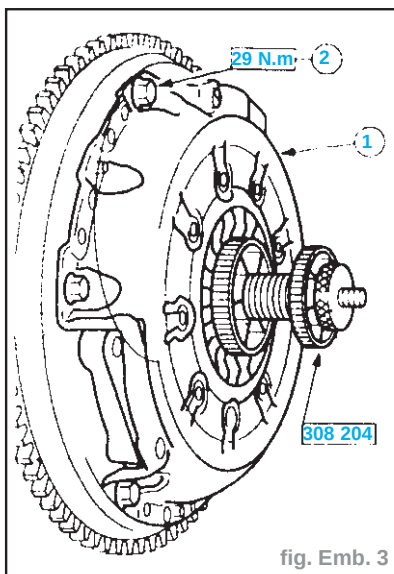

fig. Emb. 3
- Mettre en place le plateau d'embrayage avec l'outil de centrage et le disque d'embrayage sur les goupilles de centrage du volant moteur (fig. Emb. 3).